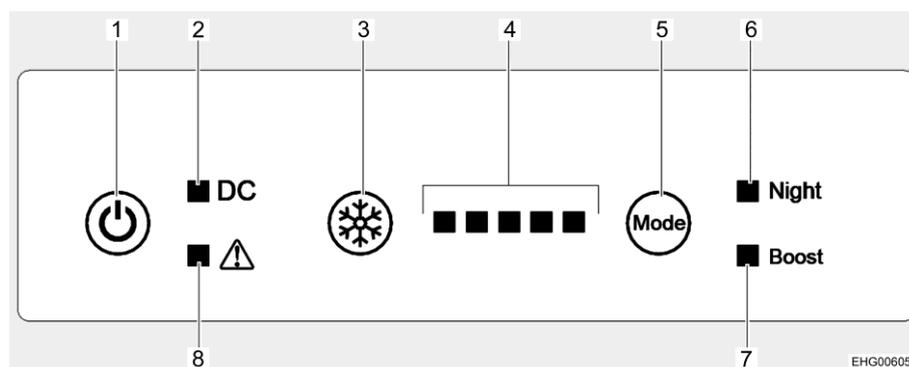

Fig. 244 Boutons de commande (réfrigérateur)
Allumer : ■ Appuyer sur la touche Marche/Arrêt (Fig. 244,1). Tous les voyants de contrôle s'allument (test des voyants) et s'éteignent au bout d'environ 3 secondes. Seul le voyant de contrôle du fonctionnement (Fig. 244,2) reste allumé et indique que le réfrigérateur est en fonction. Le compresseur démarre au bout d'un court retard.
Éteindre : ■ Appuyer sur la touche Marche/Arrêt (Fig. 244,1). Le voyant de contrôle du fonctionnement (Fig. 244,2) s'éteint.
■ Appuyer sur la touche de puissance de réfrigération (Fig. 244,3) jusqu'à ce que la puissance souhaitée soit affichée. Plus il y a de voyants de contrôle allumés (Fig. 244,4) plus la puissance de réfrigération (et la consommation en énergie) est élevée.
Activer le mode nocturne : ■ Appuyer sur la touche Mode de fonctionnement (Fig. 244,5) jusqu'à ce le voyant de contrôle du mode nocturne (Fig. 244,6) s'allume. Le réfrigérateur fonctionne maintenant en mode nocturne.
Désactiver le mode nocturne : ■ Appuyer sur la touche Mode de fonctionnement (Fig. 244,5) jusqu'à ce le voyant de contrôle du mode nocturne (Fig. 244,6) s'éteigne. Le réfrigérateur fonctionne de nouveau en mode normal.
Activer le mode boost : ■ Appuyer sur la touche Mode de fonctionnement (Fig. 244,5) jusqu'à ce le voyant de contrôle du mode boost (Fig. 244,7) s'allume. Le réfrigérateur fonctionne maintenant en mode boost.
Désactiver le mode boost : ■ Appuyer sur la touche Mode de fonctionnement (Fig. 244,5) jusqu'à ce le voyant de contrôle du mode boost (Fig. 244,7) s'éteigne. Le réfrigérateur fonctionne de nouveau en mode normal.